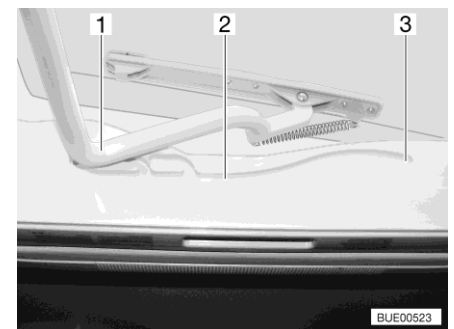

Bild 28 Spår (Heki-taklucka)
- Dra in bygel (Bild 28,1) i spåret (Bild 28,2) till den bakersta positionen (Bild 28,3).
- Tryck bygel (Bild 28,1) lätt uppåt med båda händerna.
- Drag bygel till önskad position i spåret (Bild 28,2).